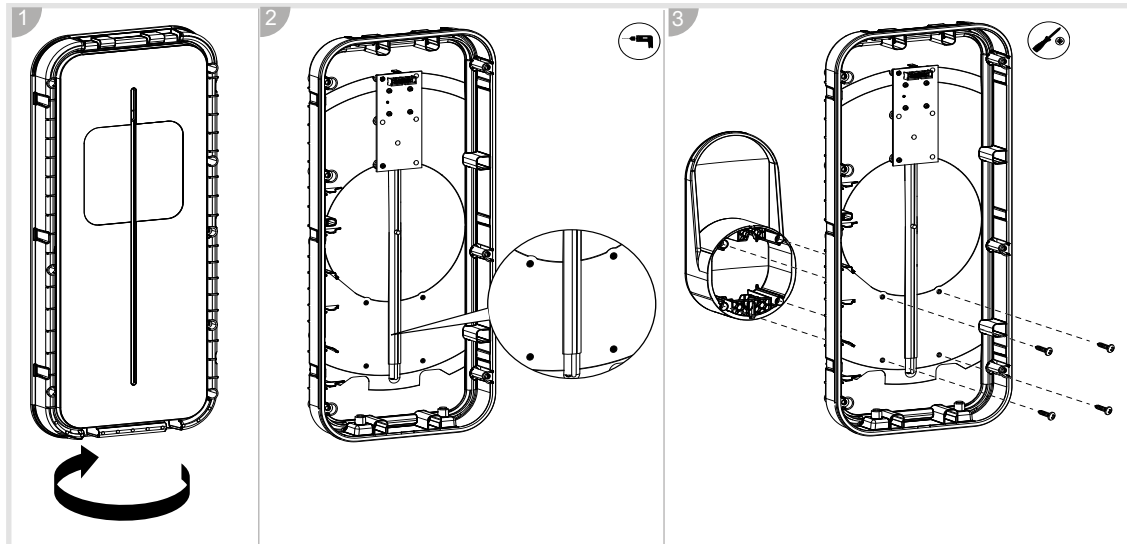

Bild 20: Montage Kabelträger
Der Kabelträger kann direkt mit dem Gehäusedeckel verschraubt werden (Bild 20) oder aber alternativ auf der Wand direkt neben der Ladestation montiert werden.
- Gehäusedeckel drehen (Bild 20, 1).
- Die Schraubenlöcher mit einem 6 mm Bohrer vorbohren (Bild 20, 2)
- Schrauben rückseitig durch den Gehäusedeckel führen und mit dem Kabelträger verschrauben (Bild 20, 3).